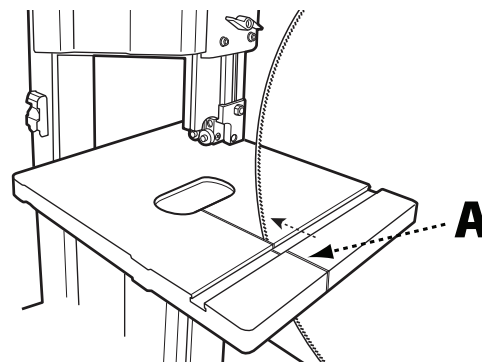
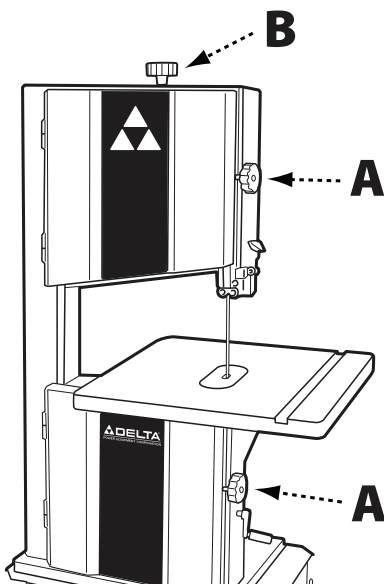
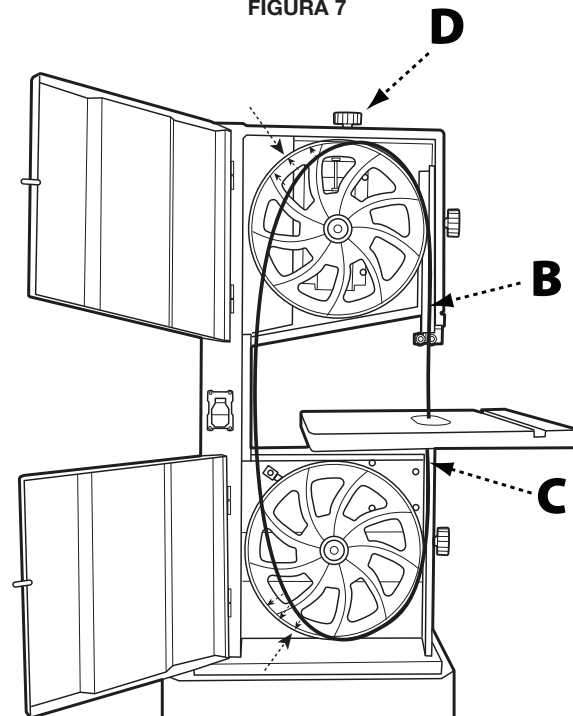

FIGURA 7
FIGURA 6
FIGURA 8
- Abra los gabinetes superior e inferior de la sierra girando las perillas de seguridad del gabinete (A) hacia la derecha. Vea la Figura 6.
- Localice la perilla tensionadora de la hoja (B) en la parte superior de la máquina y gírela varias vueltas hacia la izquierda para bajar el volante superior.
- Alimente con cuidado la hoja a través de la ranura de la mesa (A), asegurándose de que los dientes de la hoja estén hacia abajo, hacia la mesa. Vea la figura 7.
- Deslice cuidadosamente la hoja a través de la ranura superior (B) y la ranura inferior (C) localizadas a la derecha de la guarda de la rueda.
- inferior. Vea la figura 8. Si necesita crear holgura adicional, gire la perilla tensionadora de la hoja (D) hacia la izquierda hasta que la hoja puede deslizarse sobre los dos volantes.
- Si la hoja se desvía más de 6.4 mm (1/4 pulg.), aumente la tensión de la hoja apretando la perilla tensionadora de la hoja en la parte superior de la máquina (consulte B en la figura 6, página 46).